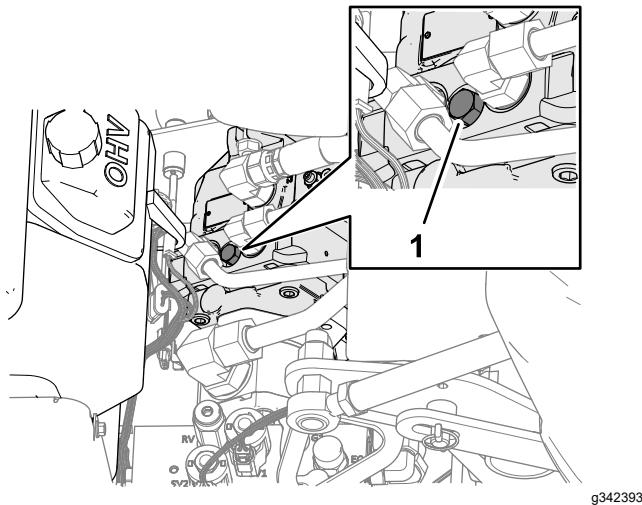

Figura 118
**Nota:** La posizione della copertura della valvola di bypass è mostrata nella Figura 118.